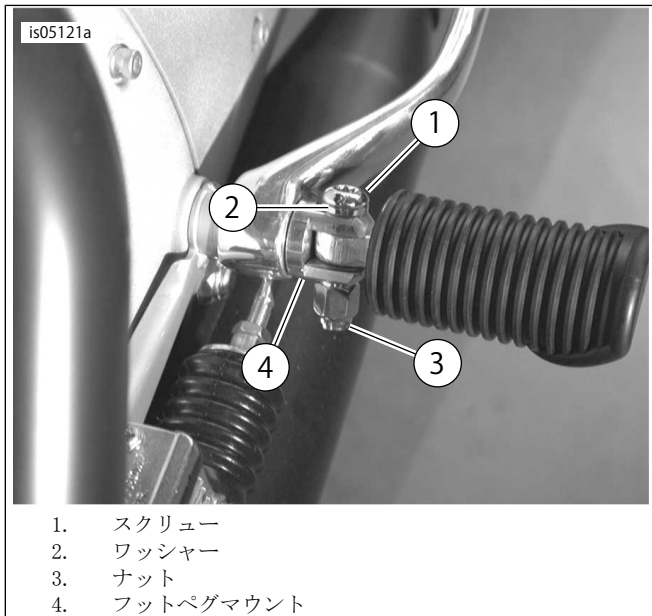

図2。フットペグスクリューの取り付け
2. 図2 フットペグを新品のワッシャー(2)とスクリュー(1)で取り付けます。